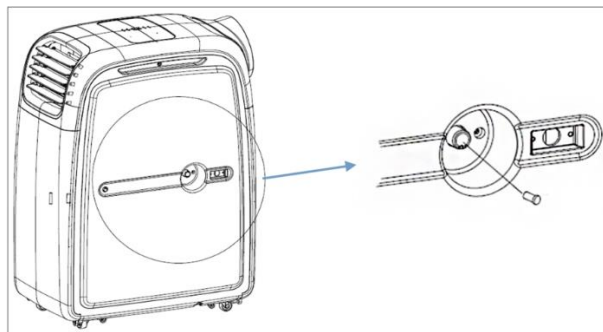

Fig. 3
- Si le réservoir d'eau est plein, les codes « E2 » en mode déshumidification et refroidissement et « E4 » en mode chauffage s'affichent sur l'écran LED. Le compresseur arrête de fonctionner. Veuillez ouvrir le bouchon de l'orifice de drainage et laissez l'eau s'écouler dans un tuyau de drainage (voir fig. 3). Puis, veuillez refermer le bouchon. Le code affiché disparaît de l'écran LED et l'appareil reprend la mise en service.